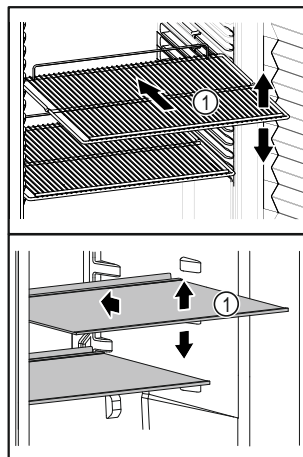

Fig. 60 Simbolična slika
- ❑ Če so odlagalne površine Fig. 60 (1) premične, jih prilagodite po višini.